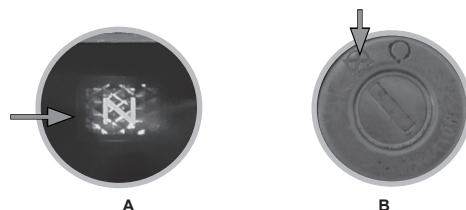

Imagen 16. Apagar el motor
- Verificar que el pedal de cambio de velocidades esté en neutro. Ver imagen 16-A.
- Girar el interruptor de encendido en posición de apagado . Ver imagen 16-B.